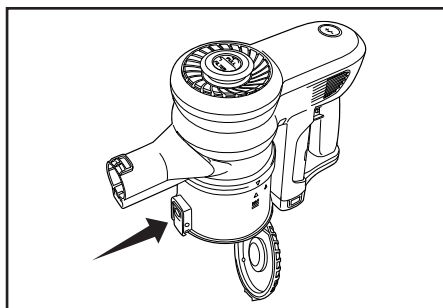

Fig. 1
3. Poussez le bouton de dégagement du réservoir à poussière pour retirer la partie inférieure du réservoir à poussière (Fig. 1). La base tombera et les débris tomberont dans la poubelle.